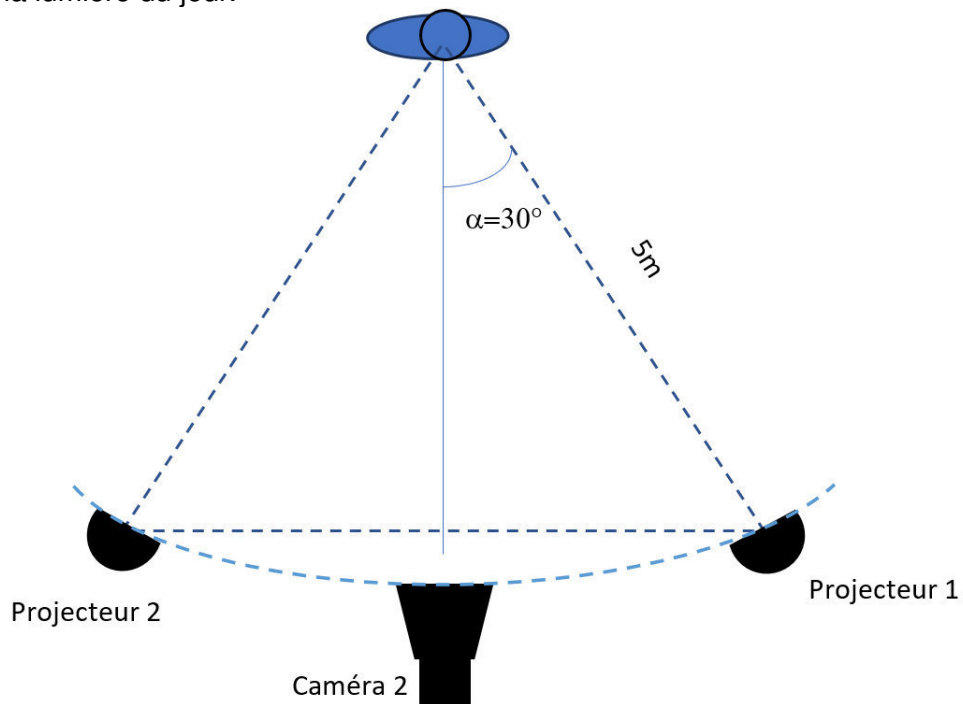

Figure 3
2.4 - Calculer E_α pour la situation représentée sur la figure 3. Comparer cette valeur à celle de $E_{1P_{max}}$ calculée à la question 2.1.